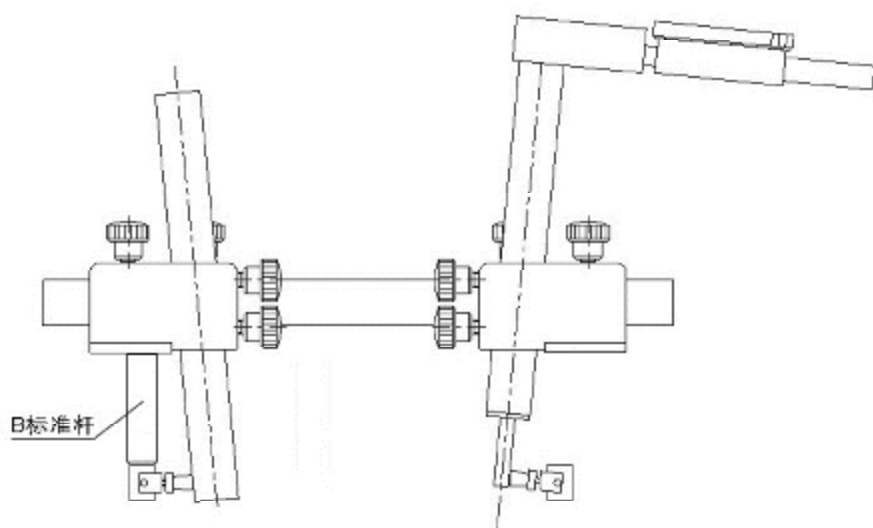

图 6
3.松开导轨块1侧面的锁紧螺钉10，将B标准杆置于底板3和测量头7之间，通过调节测量头7的高度和滑动下臂9，使B标准杆端面分别和底板3、测量头7的侧面紧密贴合，锁紧螺母8和锁紧螺钉10，取下B标准杆。如图6所示。